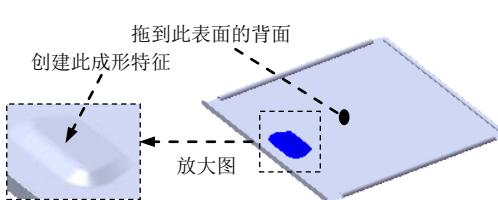

图 17.11.46 创建成形特征 1
(1) 选择命令。选择下拉菜单**插入(I)** \rightarrow **钣金(B)** \rightarrow **断裂边角(E)...** 命令(或在工具栏中选择 B \rightarrow E 断开边角/边角剪裁命令)。
(2) 定义折断边角选项。选取边角所对应的两条边线。在**折断类型:** 文本框中单击 B 按钮，在**文本框**中输入折弯半径 5.0。
(3) 单击 \checkmark 按钮，完成断开一边角 1 的创建。
Step13. 创建图 17.11.46 所示的成形特征 1。
(1) 单击任务窗格中的“设计库”按钮 D ，打开“设计库”对话框。
(2) 单击“设计库”对话框中的 ch17 节点，在设计库下部的列表框中选择“case_shaped_tool_09”文件并拖动到图 17.11.46 所示的平面，在系统弹出的“成形工具特征”对话框中单击 \checkmark 按钮。